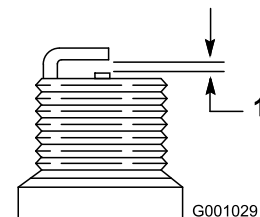

Bild 35
7. Stellen Sie den Abstand der Elektroden an der neuen Zündkerze auf 0,76 mm (Bild 35).